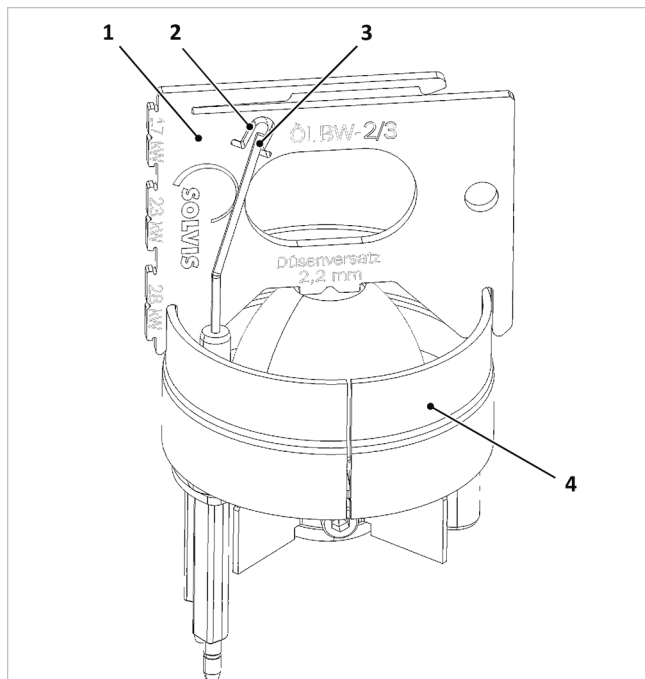

Abb. 150: Zündelektroden prüfen
1. Lage der Elektroden (3) wie in → Abb. 150 gezeigt kontrollieren und ggf. durch Biegen korrigieren.
2. Mindestlänge kontrollieren. Das untere Ende des Kontrollfensters (2) der Einstelllehre gibt die Mindestlänge der Zündelektroden vor. Sind die Elektroden nur noch geringfügig länger, sollten sie getauscht werden.